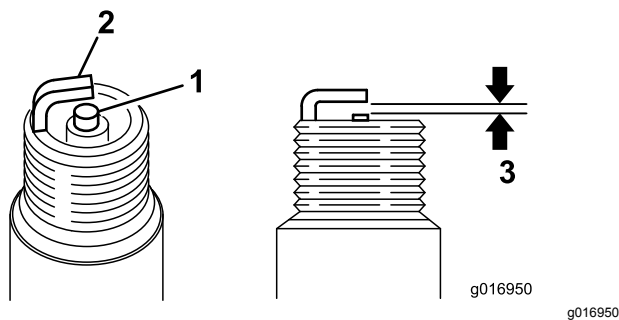

Figura 39
3. Ajuste a folga para 0,6 a 0,7 mm como se mostra na (Figura 39). Monte a vela com a folga correta e aperte-a com uma força de 23 N·m.